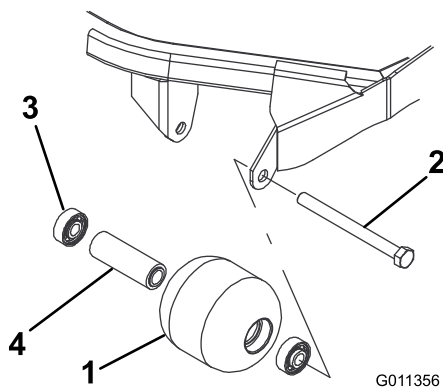

Bild 66
1. Entfernen Sie die Rollenbefestigungsschraube (Bild 66).
4. Prüfen Sie das Rollengehäuse, die Lager und das Distanzstück auf Beschädigungen (Bild 66).
1. Drücken Sie das erste Lager in das Rollengehäuse (Bild 66). Drücken Sie dabei nur auf den äußeren Ring oder gleichmäßig auf die inneren und äußeren Ringe.
2. Setzen Sie ein Distanzstück ein (Bild 66).
3. Drücken Sie das zweite Lager in das Rollengehäuse (Bild 66). Pressen Sie dabei gleichmäßig auf den inneren und den äußeren Ring, bis der innere Ring das Distanzstück berührt.